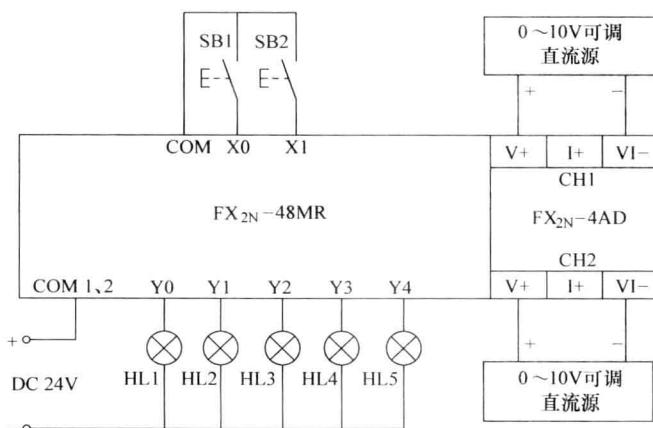

图 6-7 系统接线图
根据系统控制要求、I/O 分配及系统程序，其系统接线图如图 6-7 所示。
3) 按图 6-7 接好 PLC 的 I/O 电路和 FX_{2N} - 4AD 的模拟输入信号。